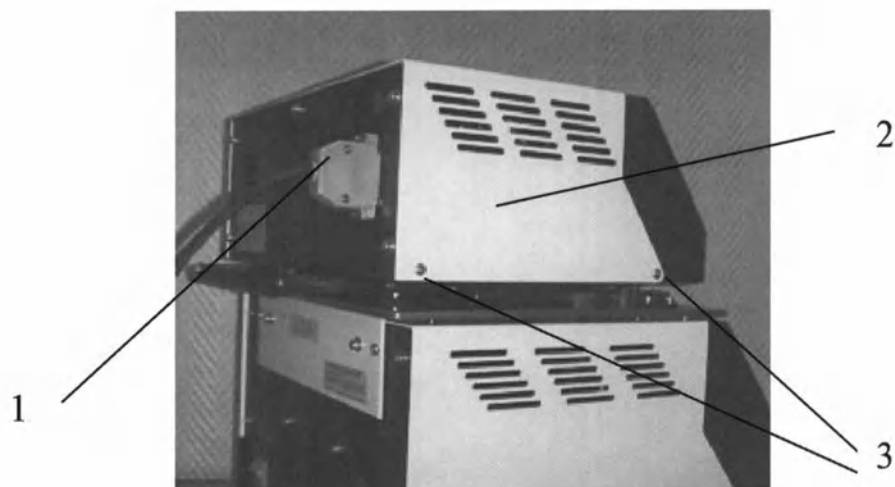

Рисунок 11.2
- отсоединить разъём 1 (рисунок 11.2);
- снять кожух 2, предварительно открутив по два винта 3 с каждой стороны кожуха (рисунок 11.2);